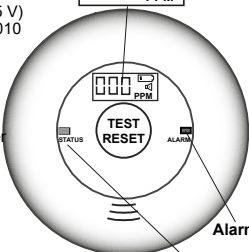

Abb. 1
- Status LED (Abb. 1) Bei der ersten Inbetriebnahme blinkt die grüne LED 2 Minuten lang alle 6 Sekunden, dies ist die Vorwärmphase. Nach diesen 2 Minuten blinkt die grüne Leuchte alle 30 Sekunden und zeigt damit an, dass das Gerät einwandfrei funktioniert.
6. Haken Sie den Melder mit den Öffnungen auf der Geräterückseite über die Schraubenköpfe (s. Abb. 1, 2 u. **Empfohlene Montageorte**
Normalbetrieb: Die grüne LED blinkt alle 30 Sekunden und die LCD-Anzeige zeigt immer "0 PPM" an. Abb. 1
Das LCD zeigt Konzentrationen von 20ppm bis 999ppm an. Sollte der CO-Gehalt in der Raumluft 999ppm überschreiten, zeigt das LCD „900ppm“ mit einer blinkenden „999“ an. Abb. 1
### Alarm LED- Kontrollleuchte (Abb. 1)
### Test/Reset-Taste (s. Abb. 1)